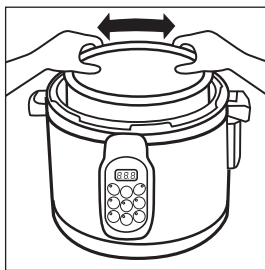

Рисунок 7
3. Очистите Внутреннее покрытие прибора (7) и Нагревательный элемент (16), для этого протрите их чистой, чуть влажной тряпкой и тщательно высушите. Перед тем как поместить Чашу (6) в прибор, убедитесь, что на поверхности Внутреннего покрытия (7) и Нагревательного элемента (16) нет никаких загрязнений. Осторожно возьмите Чашу (6) с продуктами двумя руками за края и установите ее, аккуратно надавив на нее. После того как Вы установите Чашу (6) слегка поверните Чашу (6) так, как показано на рис. 7, чтобы она надежно зафиксировалась в приборе.